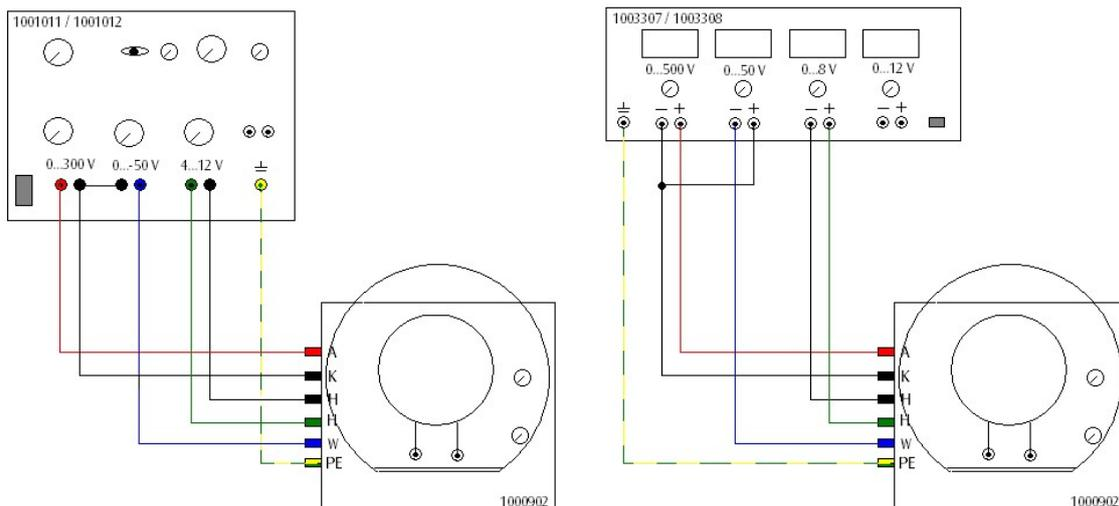

Fig.2 Deflessione elettrica del fascio elettronico (sinistra: con alimentatore 1001011 / 1001012, destra: con alimentatore 1003307 / 1003308).
- Cablare il tubo come indicato nella fig. 2.